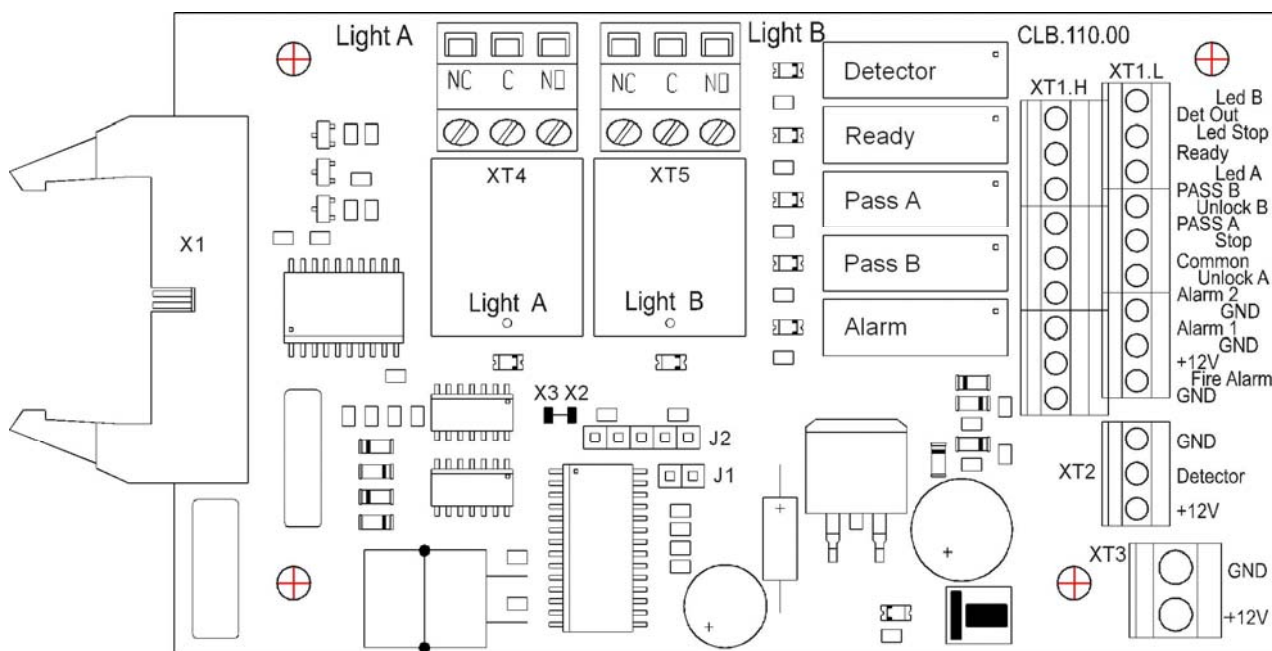

Рисунок 3 Внешний вид платы CLB
5.2.4 Пульт управления выполнен в виде небольшого настольного прибора в корпусе из ударопрочного АБС пластика и предназначен для задания и индикации режимов работы при ручном управлении турникетом. Пульт управления подключается к плате CLB гибким многожильным кабелем (13) через клеммную колодку "ХТ1.Л" (см. рисунок 3).
5.2.5 На плате CLB (см. рисунок 3) расположены:
Факт срабатывания / отпускания реле PASS A, PASS B, Ready, Detector и Alarm можно определить по загоранию / гашению красных индикаторов, которые установлены вблизи указанных реле (см. рисунок 3).